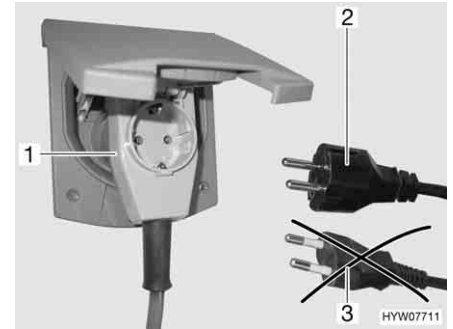

Fig. 158 Collegamento ad un connettore ad angolo provvisto di presa
► Se si impiega un connettore ad angolo CEE 17 provvisto di una presa integrata sulla parte posteriore (Fig. 158,1), utilizzare esclusivamente una spina IP 44 gommata e sigillata con contatto di terra (Fig. 158,2). Non utilizzare spine senza contatto di terra (Fig. 158,3). Pericolo di scarica elettrica!